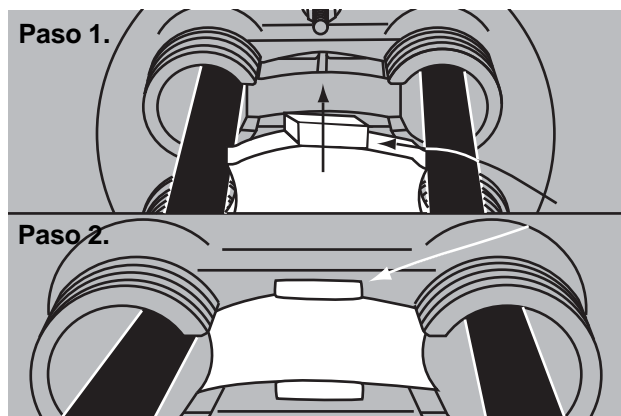

FIGURA 4
4. Inserte el elemento de sellado central entre los cabezales del borde según la forma (ranuras) para alinear en la entrada. Siga insertando hasta llegar al tope interior del disco. (Figura 4)